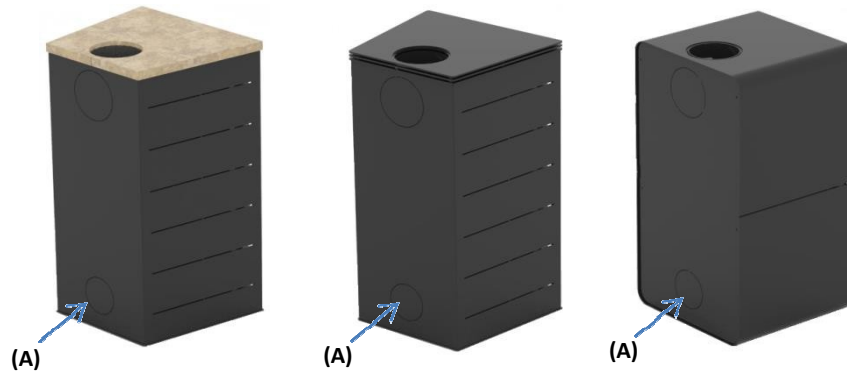

Fig. 18 – Vista posterior de cada modelo. (A) Sección que hay que eliminar para entrada de aire externa
- 3- En la parte trasera del equipo, debe abrir la sección correspondiente a la entrada de aire externa (Fig. 18). Para ello basta con utilizar un alicate de corte y eliminar los puntos de unión entre la respectiva sección y la tapa de la estufa.